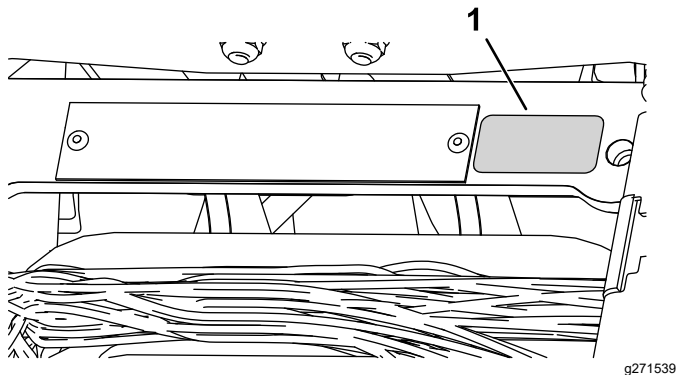

Figura 10
- Coloque o adesivo do ano de fabricação junto da placa do número de série (Figura 10).